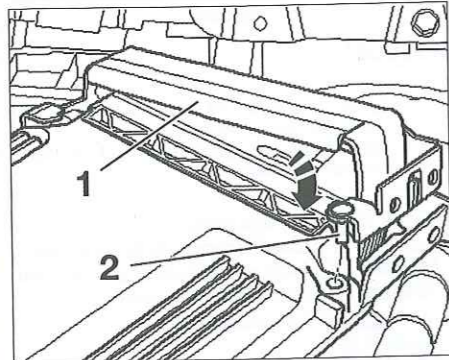

Fig. 29
- colocar la brida de seguridad (1) sobre los conectores.
- guiar el perno (2) hasta el tope en el alojamiento de la caja del calculador (Fig.29).